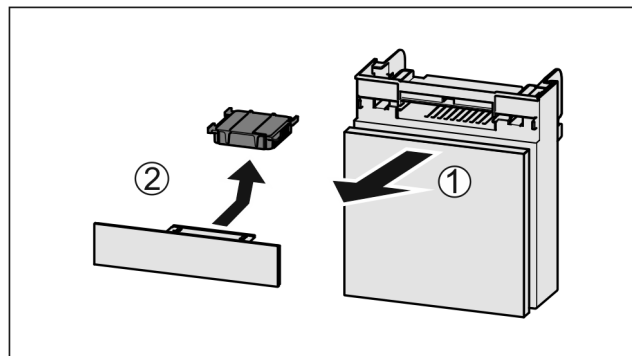

Fig. 35
- Fach nach vorne herausziehen Fig. 35 (1).
- Aktivkohlefilter entnehmen Fig. 35 (2).